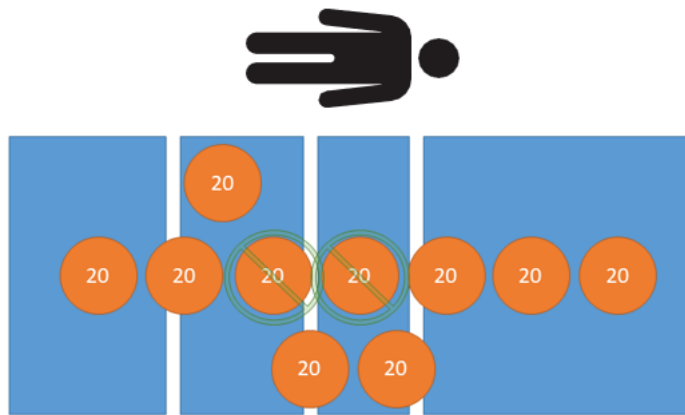

Figura 31 – Test della tara - Peso netto di 160 kg
6. Utilizzando pesi calibrati, collocare 160 kg sul prodotto (Figura 31).
8. Utilizzando pesi calibrati, collocare 160 kg sul prodotto (Figura 31).